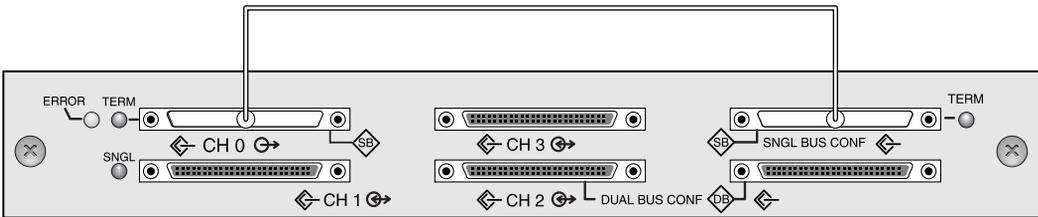

図 4-15 シングルバス接続: すべてのドライブが 1 つのチャンネル (CH 0) に割り当てられます。
1. RAID アレイをシングルバス構成として構成するには、図 4-15 に示すように、「CH 0」および「SNGL BUS CONF」というラベルの付いた SCSI ポート間を SCSI ジャンパケーブルで接続します。ケーブルジャックのねじを 6 回時計回りに回して締め、正しく接続され動作するようにします。